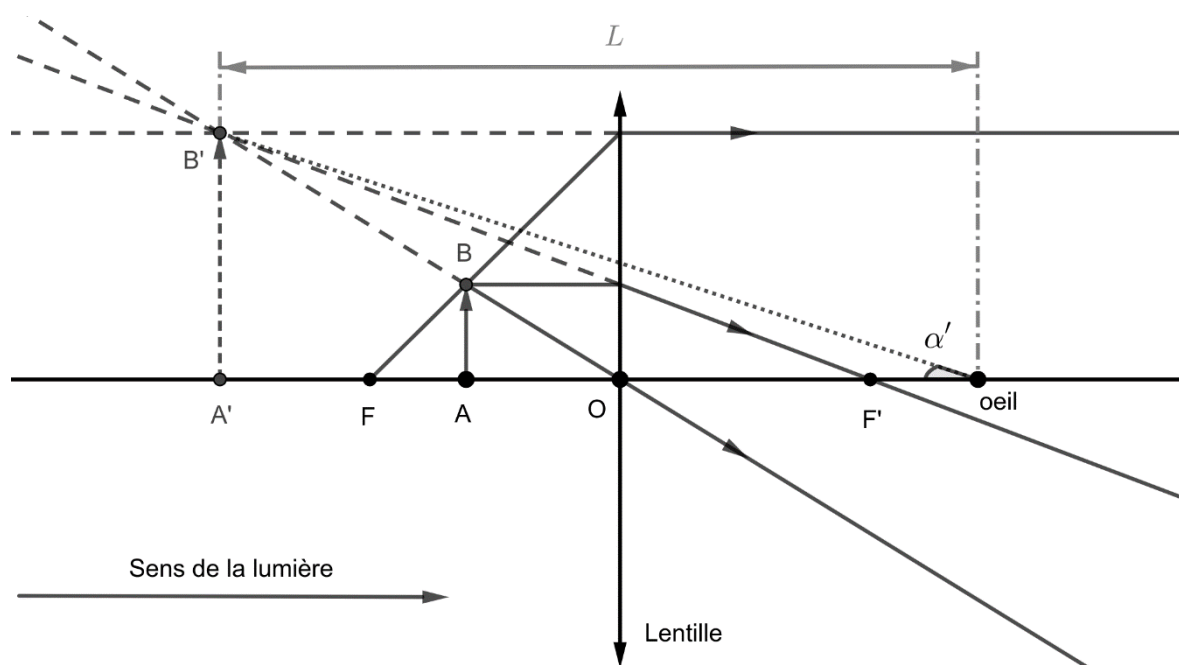

Figure 2
16. Indiquer, en le justifiant, si la position de l'objet par rapport à la lentille convergente sur le tracé optique de la **figure 2**, permet d'utiliser la lentille comme une loupe.
- situation avec instrument : une image $A'B'$, du même objet AB , est formée par l'instrument et l'angle α' est celui sous lequel est vue cette image (**figure 2**) ; on note L la distance entre l'œil et la position de l'image $A'B'$.
18. À partir de la formule précédente et de la **figure 2**, établir que